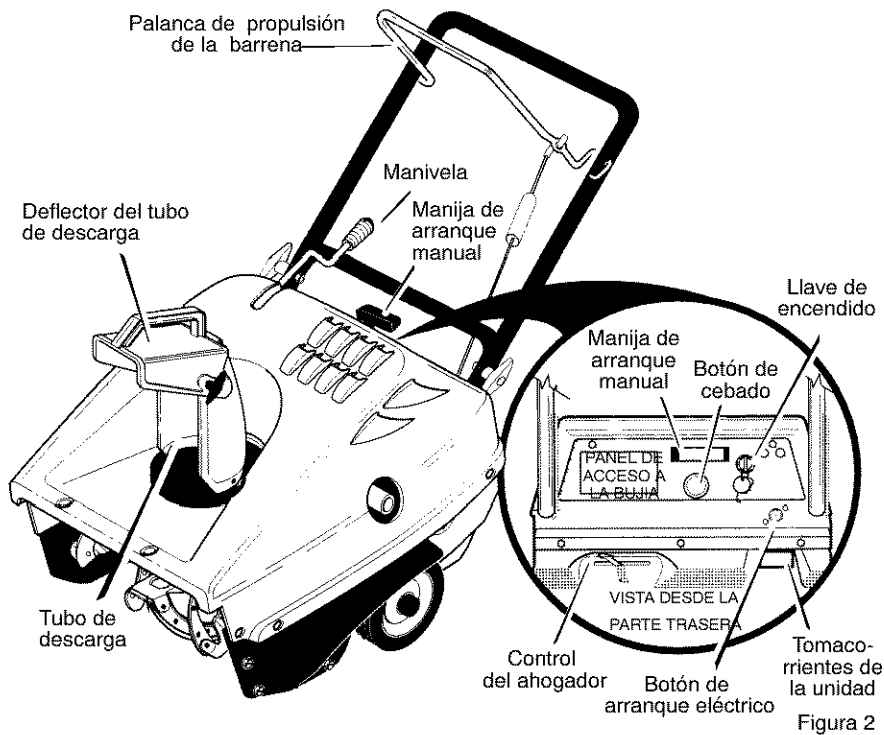

Figura 2
1. Para parar la descarga de nieve, suelte la **palanca de propulsión de la barrena**. Vea la Figura 2.